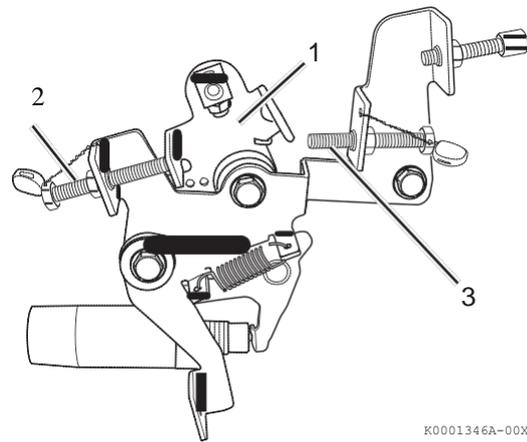

Figure 7
Le levier d'accélération (**Figure 7, (1)**) commande la vitesse du moteur. Il pourrait être relié au dispositif de commande de vitesse moteur de la machine.
La vis de butée basse du levier d'accélération (**Figure 7, (2)**) règle la vitesse de ralenti du moteur.
La vis de butée haute du levier d'accélération (**Figure 7, (3)**) limite la vitesse maximum du moteur lorsqu'il fonctionne sans charge.